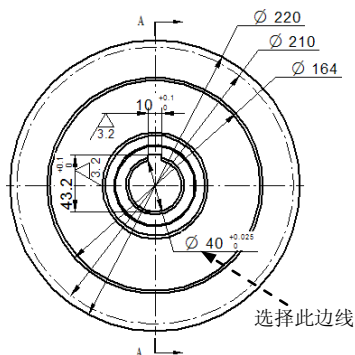
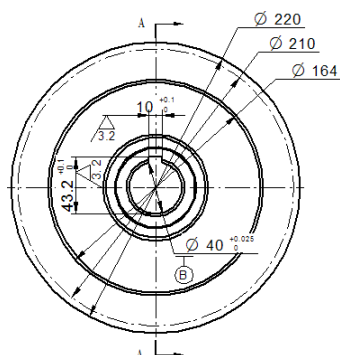

图 10.1.39 定义参照边线
图 10.1.40 标注基准特征符号
Step3. 放置基准特征符号。选择图 10.1.39 所示的边线, 在合适的位置处单击, 完成操作, 结果如图 10.1.40 所示。